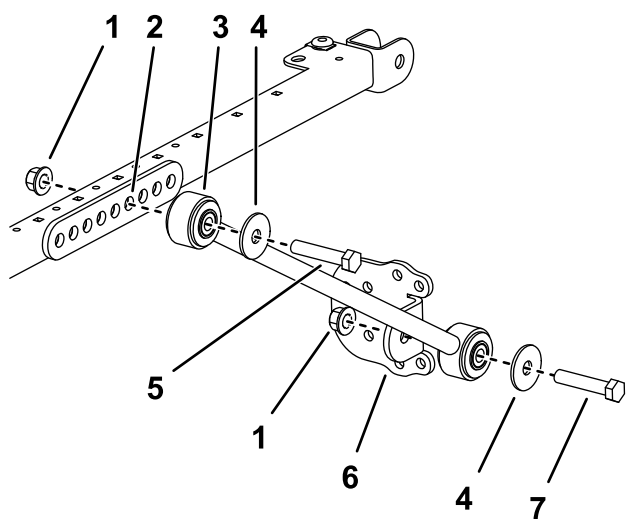

Figura 45
prensada ($\frac{1}{2}$ "), tal y como se muestra en la Figura 45.
6. Sujete provisionalmente un soporte de tirante a cada tirante con un perno ($\frac{1}{2}$ " x $2\frac{1}{2}$ "), una arandela ($\frac{1}{2}$ ") y una tuerca con arandela prensada ($\frac{1}{2}$ "), según se muestra en Figura 45.